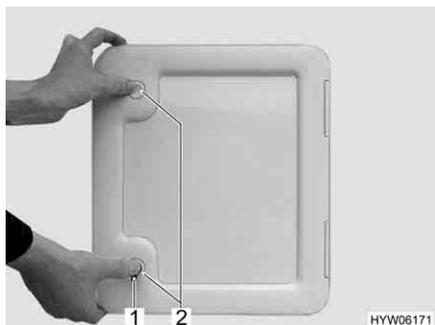

Fig. 37 Trampilla para el inodoro cassette
- Introducir la llave en el cilindro de cierre del cierre a presión (Fig. 37,1) y girarla un cuarto de vuelta.
- Presionar ambos cierres a presión (Fig. 37,2) al mismo tiempo con el pulgar y abrir la trampilla para el inodoro cassette.
- Introducir la llave en el cilindro de cierre (Fig. 37,1) y girarla un cuarto de vuelta.